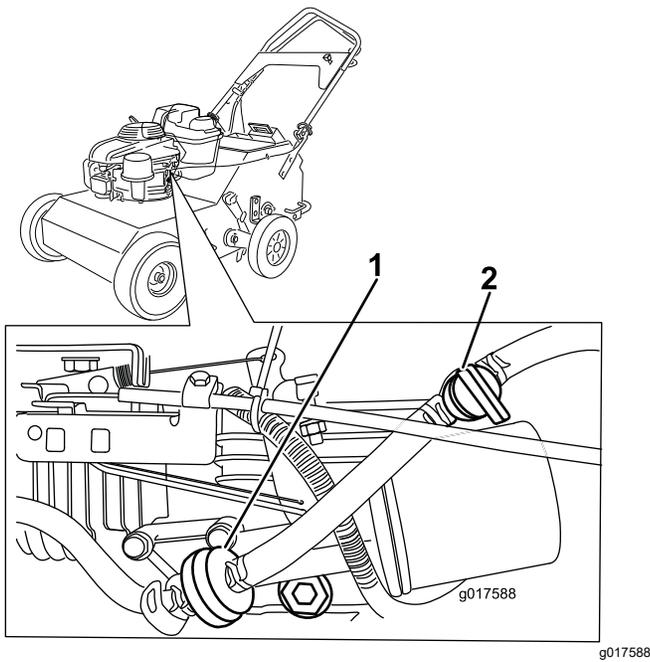

Figure 9
2. Ouvrez le robinet d'arrivée de carburant en l'alignant sur le flexible d'alimentation (Figure 9).
3. Avancez complètement la commande d'accélérateur à la position Démarrage à froid (Figure 9).